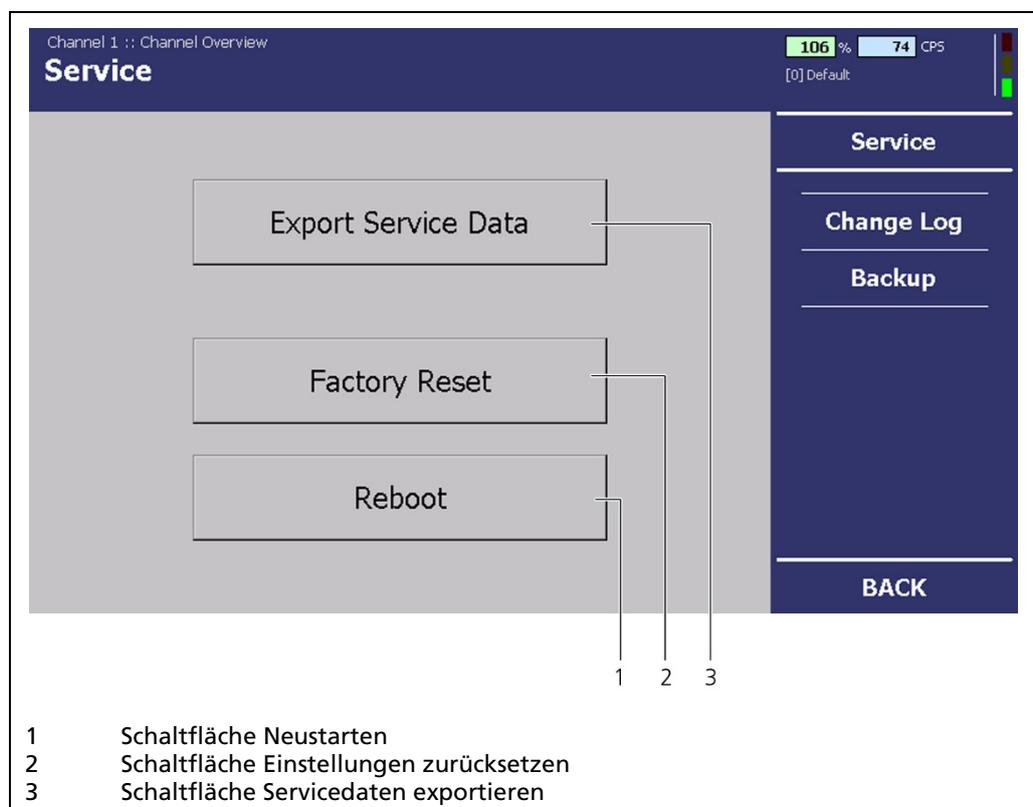

Abb. 75 Menü „Kanalübersicht“, Service
- Der Änderungslog wird angezeigt (Abb. 75, Pos. 1).